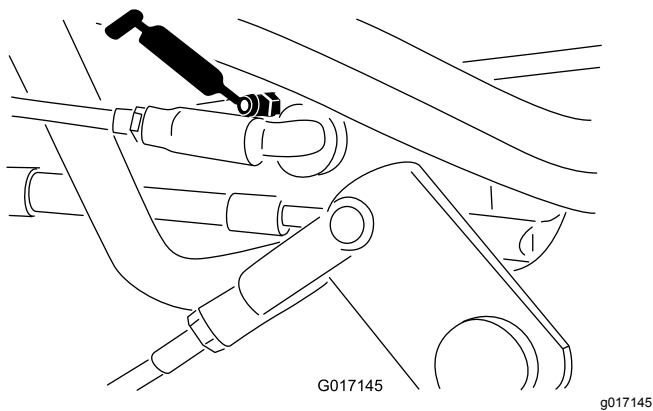

Figura 35
- Acoplamiento del selector de velocidad (Figura 34 y Figura 35)